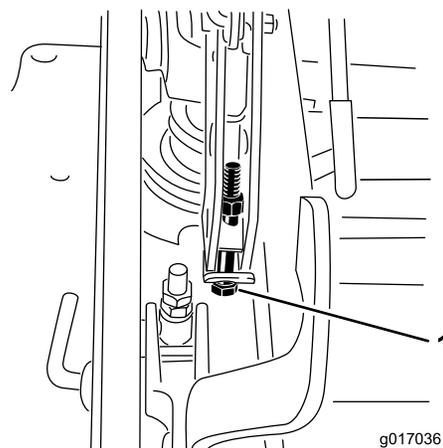

Figure 95
13. Si le plateau est trop bas, serrez le boulon de réglage monopoint dans le sens horaire. Si le plateau est trop haut, desserrez le boulon de réglage monopoint dans le sens antihoraire (Figure 95).